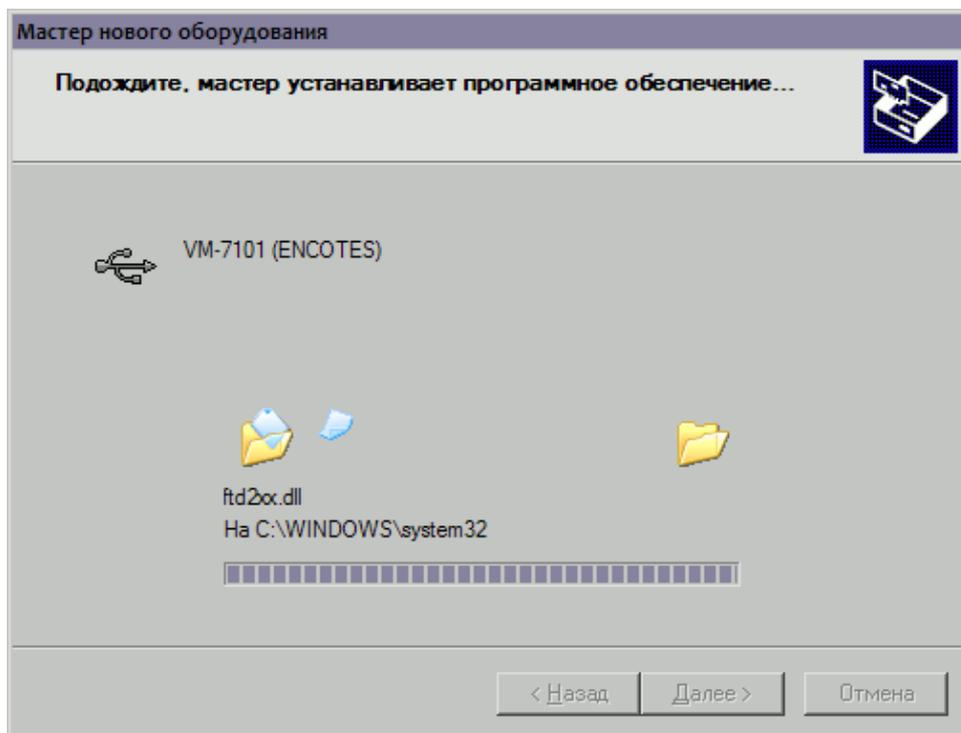

Рисунок 29 – Окно "Установка драйвера"
5. Через некоторое время появится окно установки драйвера для прибора (рис.29).